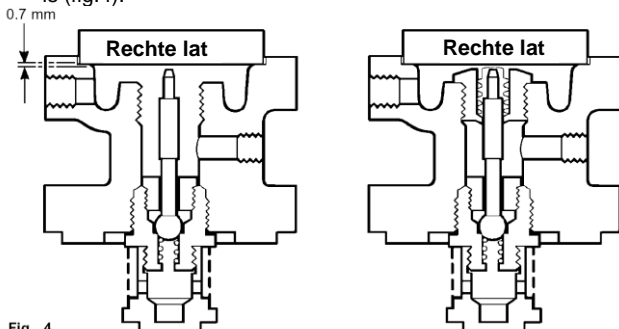

Fig. 4
2. Schroef tegenmoer (2) los en draai de regelschroef (1) in tegenwijzerszin tot de regelveer (6) ontspannen is.
3. Schuif C-drukkring (3) onder de tegenmoer uit en verwijder deksel (4).
4. Verwijder regelveer (6) en bovenste veerschotel (5).
5. Schroef de vier moeren (9) los (M10) en verwijder het veerhuis (8), de onderste veerschotel (7) en de servomembranen (10).
7. Schroef de 4 moeren (11) en verwijder het servoklepshuis (30) maar zorg ervoor dat de veer (20) op de hoofdklep (21) blijft zoals het hoort.
8. Schroef, met behulp van een ringsleutel SW 27 mm, de servoklepzitting (14) met servoklepzeef (14a) los en verwijder de servoklepstoter (13).
9. Schroef de balgmembraanafdichting (12) los met een ringsleutel SW 24 mm. Indien nodig kan deze balgmembraanafdichting vervangen worden.
10. Nu wordt eerst de nieuwe servoklep (14) ingeschroefd en aangespannen tot 115 Nm.
11. Schuif de servoklepstoter (13) in vanaf de bovenkant en controleer of de speling tussen het uiteinde van de klepstoter en de rechte lat op de servomembraanzitting wel degelijk 0,7 mm is (fig.4).
13. Verifieer of er wel degelijk een kleine lichtspleet is tussen de rechte lat op de servomembraanzittingen de bovenkant van de dichtgedrukte balgmembraanafdichting (zie fig.4).
14. Alvorens terug samen te bouwen, verzeker er u van dat alle dichtingvlakken goed zuiver zijn en dat de veer (20) van de hoofdklep goed op haar plaats zit.
15. Plaats de nieuwe pakking (19) en monteer het servoklepshuis. Span de 4 moeren (11) aan volgens tabel 1.
17. Plaats de twee servomembranen (10) terug en zorg ervoor dat alle contactoppervlakken zuiver zijn. **Monteer desnoods 2 nieuwe servomembranen.**
18. Plaats de onderste veerschotel (7) weer op zijn plaats en bevestig het veerhuis. De vier moeren (9) worden gelijkmatig aangespannen tot 50 Nm.
19. Monteer de regelveer (6) en de bovenste veerschotel (5) en draai de regelschroef (1) in wijzerszin tot de regelveer volledig ingedrukt is. Plaats deksel (4) en C-drukkring (3) terug.